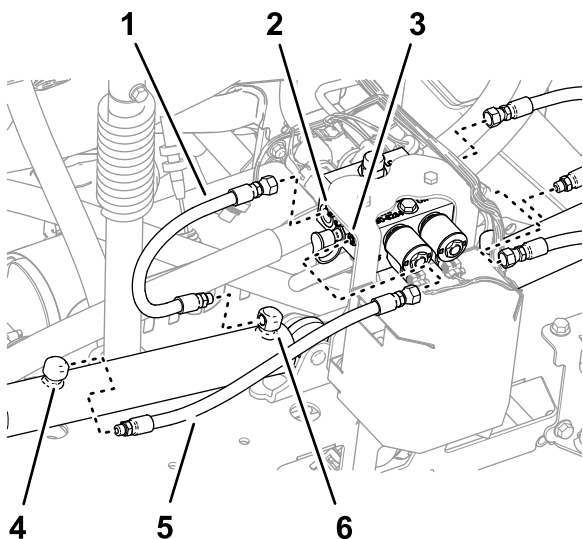

图39
1. 从左、右提升油缸的延长端口卸下软管图39。
2. 从提升油缸歧管的 C2 和 C4 端口卸下软管图39。
3. 从左、右提升油缸的回收端口卸下软管图39。
4. 从提升油缸歧管的 C1 和 C3 端口卸下软管图39。